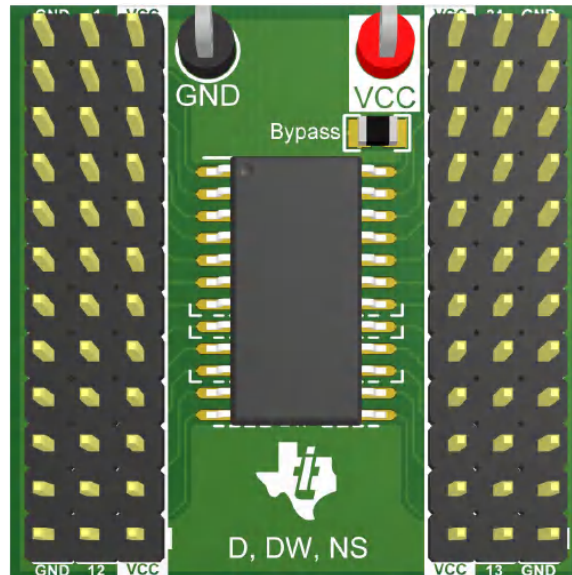

图 2-3. 完全填充的部分
- 连接器件引脚。该套件包含六个 12 引脚接头，让用户能够完全填充一个部分。图 2-3 展示了一个相关示例，其中为电源添加了测试点和旁路电容器。